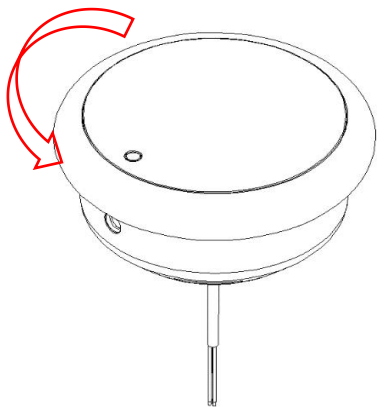
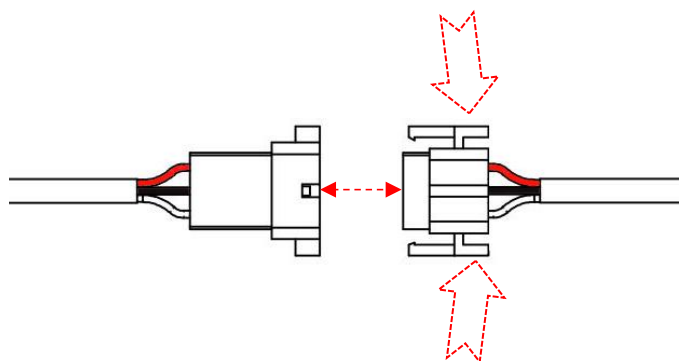

图 3
图 4
3.2.2 安装前先取出产品,卸下底座上的螺丝,然后如图 3 所示,一只手抓住产品安装底座另一只手抓住环照白灯主体朝逆时针方向旋转打开产品,产品打开后注意底座凹槽内有一颗 M4 螺母。然后如图 4 所示压住防水接头的两个卡扣顶部并拔开防水接头,将环照白灯主体和安装底座分开。